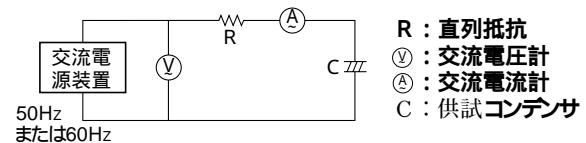

図 2-5
(1)(図 2-5)に示す回路において、供試コンデンサの定格静電容量値により直列抵抗Rを(表 2-1)より決める。